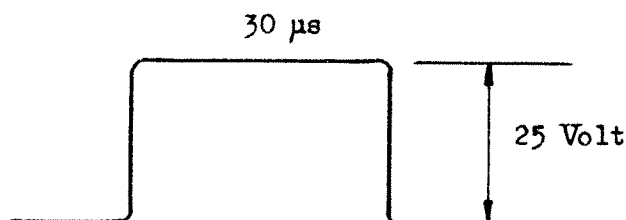

Bild 6.
52. Ställ in öppningspulsen med potentiometern RV4. Pulsen i mätuttag B eller C skall vara 30 μ s bred. Se bild 6. 8 Hz-pulserna tas lämpligen bort genom att rör V3 tas ur.